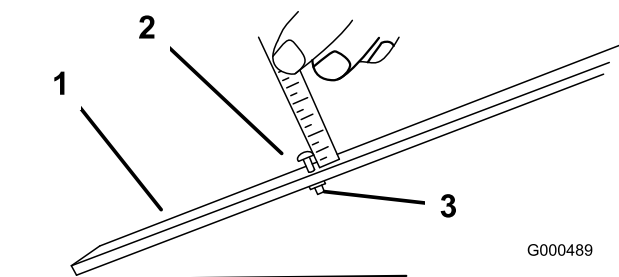

Figura 10
2. Desaperte a porca da barra indicadora e regule o parafuso de ajuste para a altura de corte desejada. Figura 10 A altura de corte corresponde à distância entre a parte inferior da cabeça do parafuso e a superfície da barra.